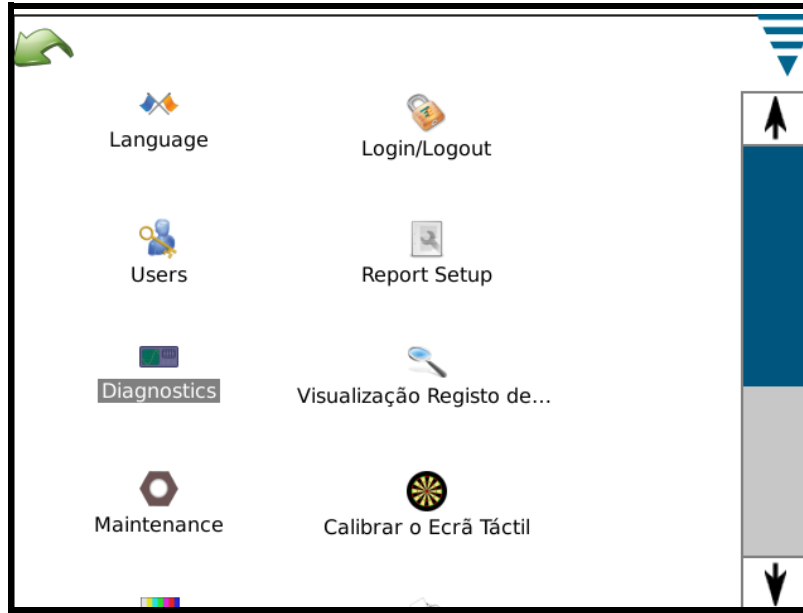

Figura 12
2. Faça rolar para baixo e toque no ícone "Diagnóstico" como se indica na Figura 12.